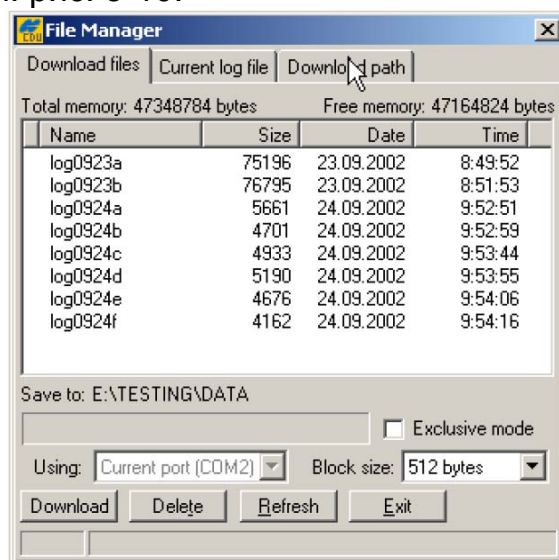

Рисунок 5-10. Выбор файлов для загрузки
3. Выберите пункт меню **File > File Manager (Файл > Управление файлами)** и в появившемся диалоговом окне **File Manager (Управление файлами)** выберите вкладку *Download path (Каталог для загрузки)*, см. рис. 5-10.